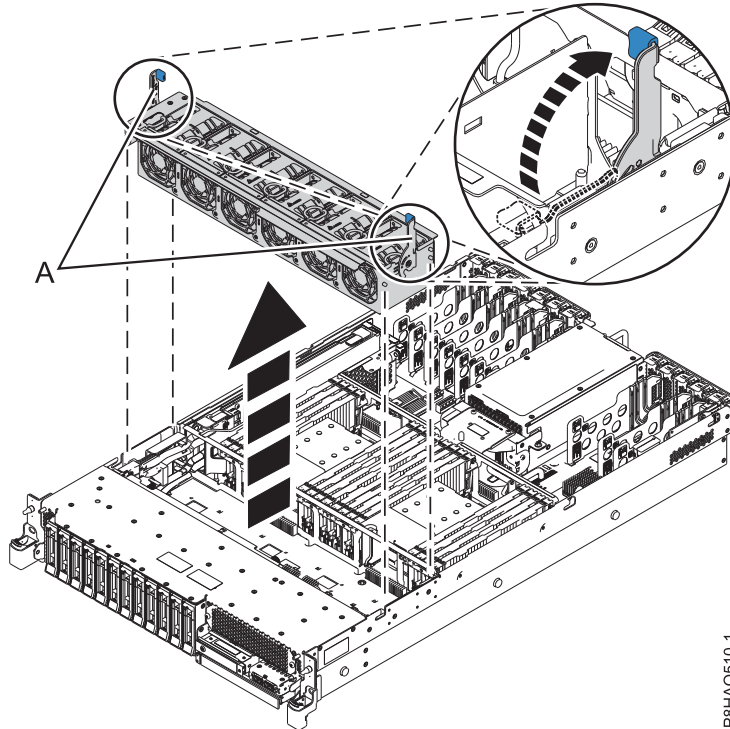

Figura 4. Extracción del chasis del ventilador
3. Libere los pestillos de los puntos de contacto azules (**A**) tirando de ellos hacia arriba, como se muestra en la Figura 4 en la página 10. Esta acción desengaja el receptáculo de ventilador.